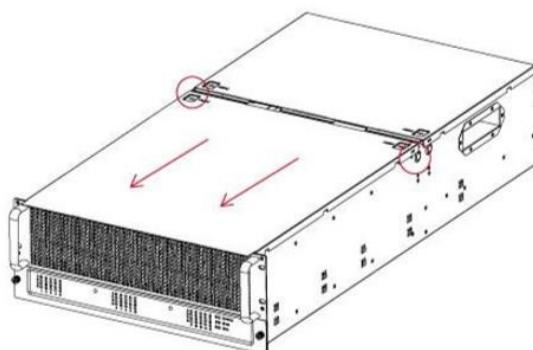

Рисунок 144 – Снятие передней верхней крышки
3. Сдвиньте верхнюю крышку вперед, пока она не освободиться от защелки, затем снимите ее с корпуса модуля хранения (см. Рисунок 144).